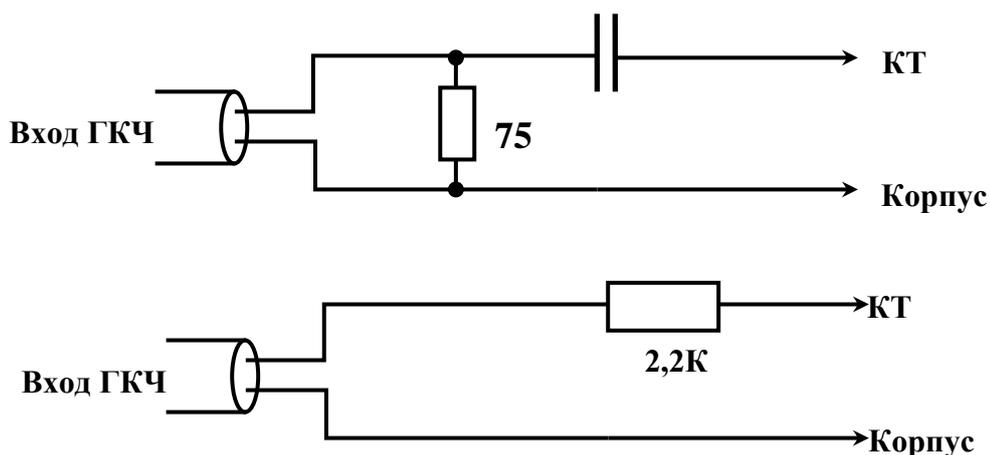

Рис. 29. Схема подключения измерительной аппаратуры при настройке тракта ПЧ
1. Подключить измерительную аппаратуру к телевизору согласно схеме, приведенной на рис. 29.